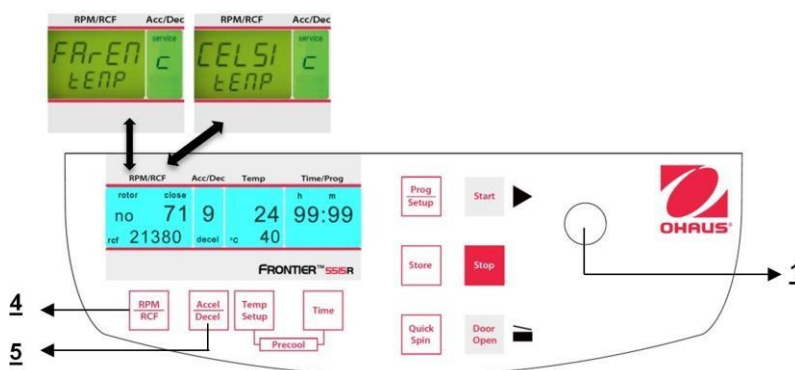

Figura 34
Proceda como se describe en el punto 4.1.1 para ingresar en este modo de programa y luego presione el botón **"Accel/Decel"** (5). En la pantalla **"Acc/Dec"** (A-2) aparece la palabra **"Service"**. Ahora seleccione la letra **"C"** con la perilla de ajuste (1). Como resultado, en la pantalla **"RPM | RCF"** (A-1) aparecen las palabras **"CELSI/temp"**. Si presiona el botón **"RPM | RCF"** (4), la palabra **"CELSI"** destella y puede cambiar la pantalla a Fahrenheit **"FAREN"** con la perilla de ajuste (1) (vea la Figura 34).